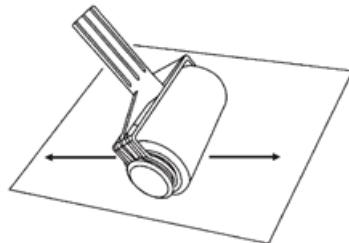

Fig. 2
- 5.Teraz należy "na ładować" wałek malarski.W tym celu wałek należy przetaczać po starej gazecie przez 2-3 minuty, aż farba będzie widoczna na całej powierzchni wałka (rys. 2).